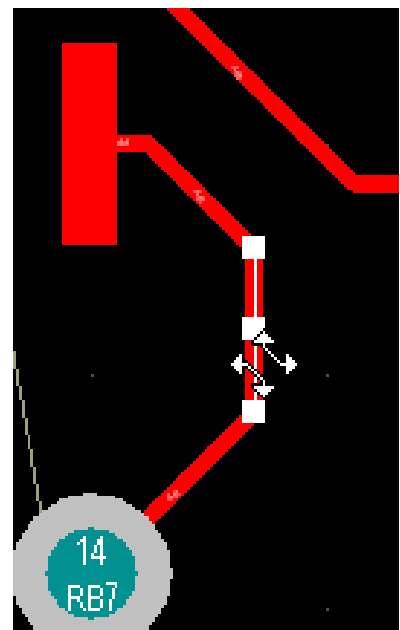

图 83. 注意到特殊光标指示了主拖动选择的线段是保留转角
- Dragging tracks 你也能部分拖动布线并且保持在 45 度角。首先点选要选择的线段是在特殊光标指示的选取状态之下，然后再点击并且拖动。如图 83 所示。或者，另一个方式不是在特殊光标指示的选取状态之下，按住 CTRL 键拖曳线段也可以。